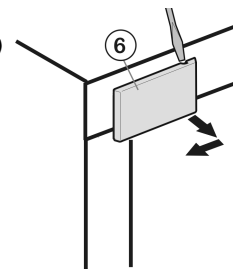

Fig. 13
- Suelte la cubierta en el lado del tirador Fig. 13 (6) con la ayuda de un destornillador y retírela hacia fuera.